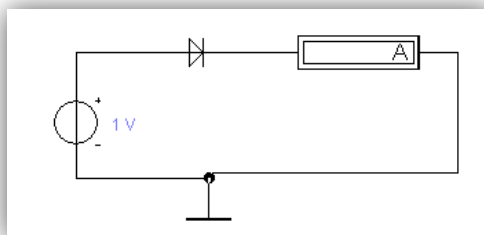

Рисунок 1 – Схема для снятия прямой ветви диода
1. Снимите вольтамперную характеристику прямой ветви выпрямительного диода (рисунок 1) и заполните таблицу 1.